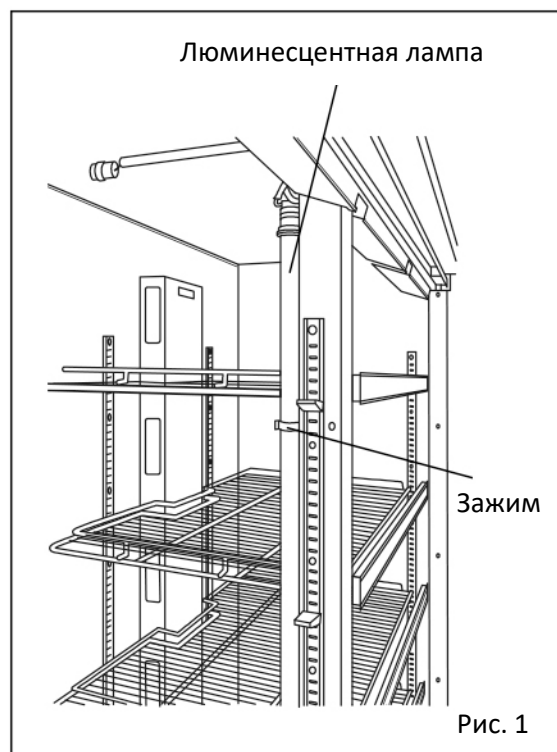

Рис. 1
Для замены лампы выполните следующую процедуру. Лампа установлена вертикально на задней стороне средника (Рис. 1).
1. Как показано на Рис. 1, открутите два винта-барашка в нижней части холодильника и снимите крышку холодильника.
1. Как показано на Рис. 1, открутите два винта-барашка в нижней части крышки холодильника и снимите крышку холодильника.